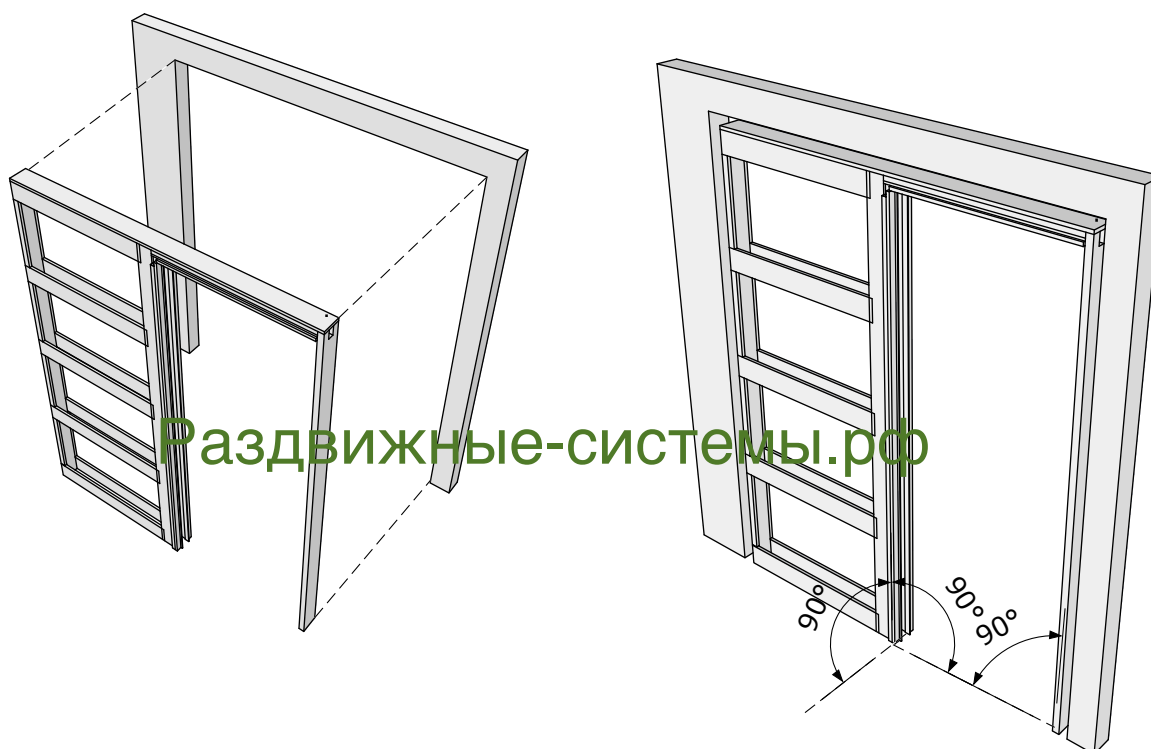

Рисунок 10
5. Установить собранный пенал в проём (Рис. 10) .